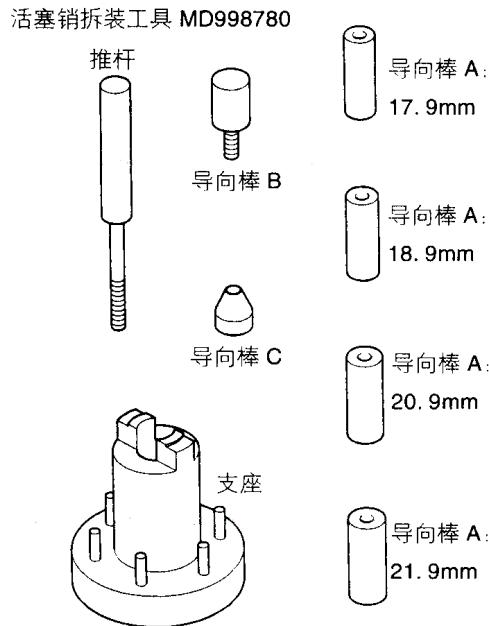
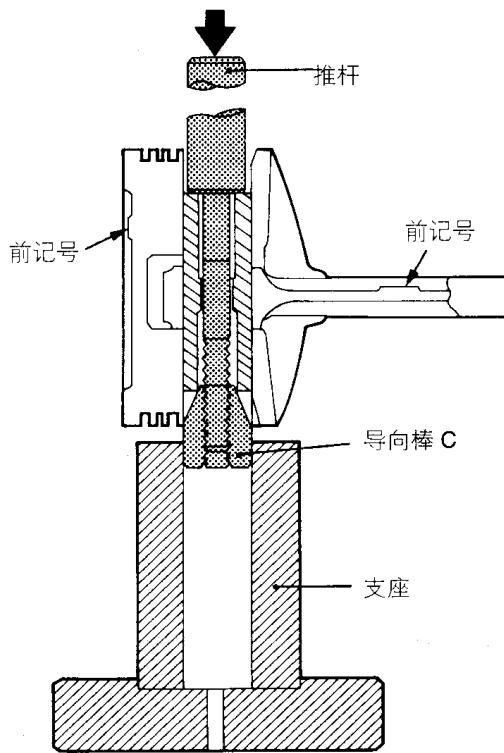

图 2-84 活塞销拆装工具
图 2-85 拆卸活塞销
(2) 拆卸活塞销时, 把推杆(专用工具)从位于活塞头上的前记号侧插入活塞, 并把导向棒 C 装到推杆的尾端(图 2-84)。在前记号朝上的状态下把活塞和连杆部件放在活塞销拆装支座(专用工具)上, 如图 2-85 所示, 用压力机压出活塞销。注意将拆下的各缸活塞、活塞销和连杆按缸号分开放好。